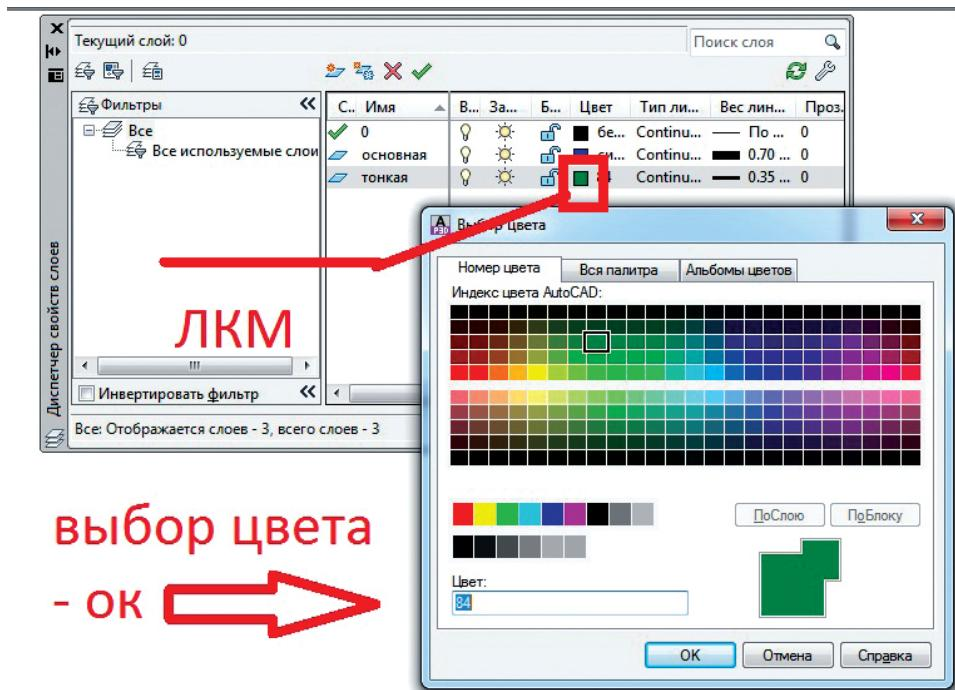

Рис. 17. Выбор цвета линии
- ◊ тонкая → темно-зеленый → Continuous, вес → 0,35 мм (рис. 17, 18).